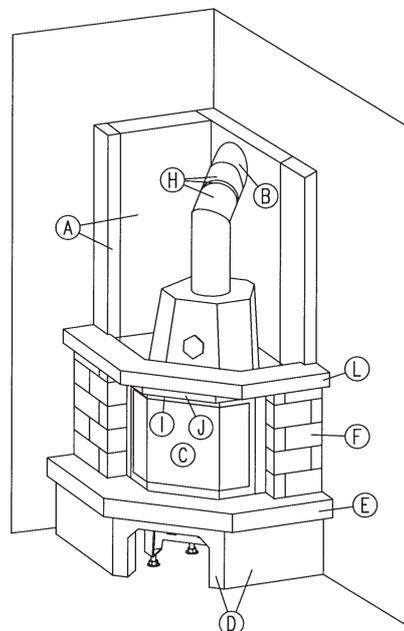

Abb. 10
- 14.1 Sie können die Schürze entweder lotrecht oder mit einer leichten Schräge zur Zimmerdecke erstellen. Zeichnen Sie sich den gewünschten Schürzenlauf an der Anbauwand auf. Von diesem Aufriss messen Sie nun ca. 4 cm (Stärke der Schürze) nach innen zurück und ziehen eine zweite Linie parallel zur ersten. Bis dorthin muss die Dämmung reichen. Die obere Begrenzung der Dämmung liegt etwa 5 cm über dem Rauchrohereintritt. Dies ist auch das Einbaumaß für die Zwischendecke. **(Abb. 10)**